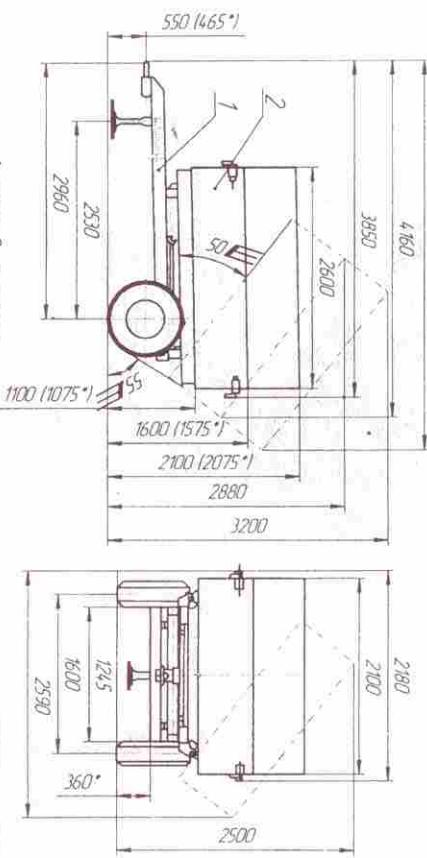

Рисунок 1 – Полуприцеп тракторный 1ПТС-2
19. Габаритные размеры полуприцепа, мм	см. рис.1
Полуприцеп тракторный (рис. 1) состоит из шасси 1 и платформы 2.